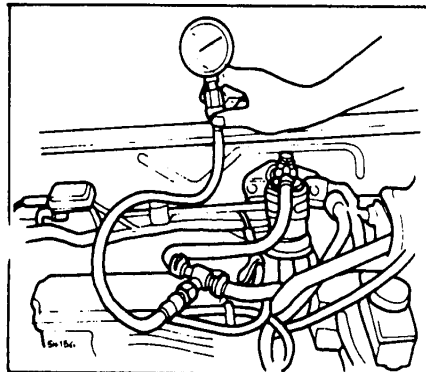

Рис. 9 Проверка давления топлива на холостом ходу
- Выключите зажигание, установите тройник между топливным фильтром, манометром и топливопроводной шиной (рис. 9).